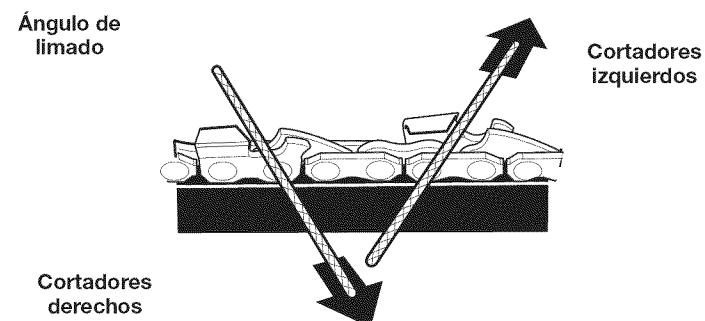

Fig. 34
- Lime hacia el ángulo delantero del cortador (Fig. 34). Levante la lima del cortador en el extremo del recorrido hacia adelante. Lime únicamente en el recorrido hacia adelante.
- Lime todos los cortadores izquierdos en una dirección (Fig. 34). Despues lleve la lima al otro lado de la cadena y lime todos los cortadores del lado derecho en la dirección opuesta (Fig. 34).